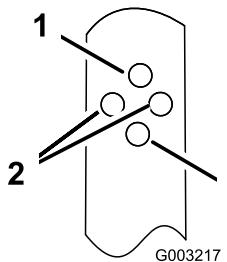

Figura 16
- Introduzca el perno a través de uno de los taladros de cada uno de los soportes del manillar para ajustar el manillar a la posición deseada (Figura 16).